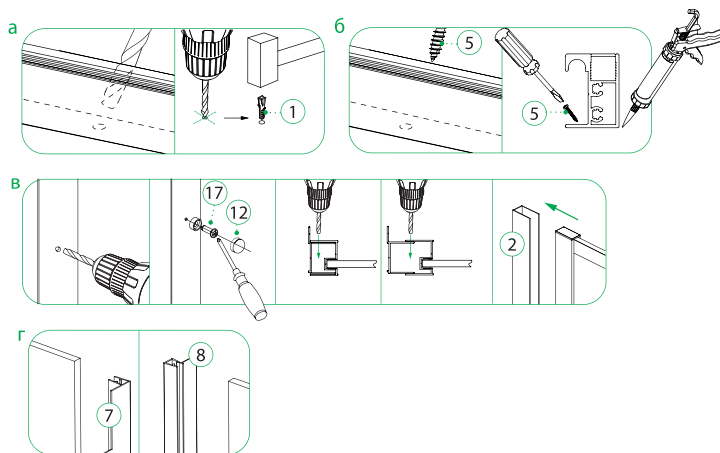

Рис. 10/10-сур.
6. Выверните ограждение с помощью уровня и определите место для отверстия в полу для крепления ограждения (разметка на внутренней части профиля), как показано на рисунке 10-а. Просверлите отверстия, вставьте дюбель и зафиксируйте его с помощью шурупа, предварительно обработав нижнюю часть всего профиля санитарным силиконовым герметиком (рис. 10-б). При установке ограждения на поддон, крепеж ограждения к поддону не обязателен. С помощью шурупов закрепите собранную конструкцию к пристенным профилям, как показано на рисунке 10-в. После сборки установите уплотнители PVC на стекла, как показано на рисунке 10-г.